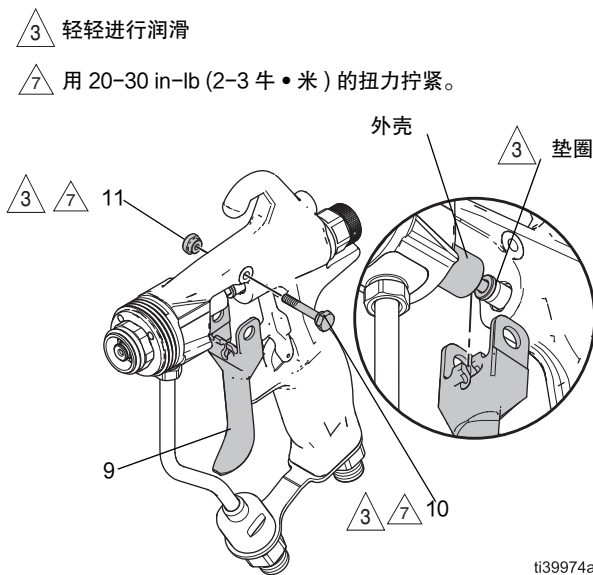

图 44: 放置扳机
清洁喷枪手柄的 U 形杯密封面	清洁程序、第 22 页。 图 44 (第 30)
2. 将套筒拧入枪身 1-2 圈、直到扳机组件 (9) 在喷针垫圈和护罩之间妥善就位。参见图 44: 放置扳机、第 30 页。
3. 在垫圈前面的位置安装扳机 (9)、扳机销 (11) 和扳机螺母 (10)。参见安装扳机、第 30 页。